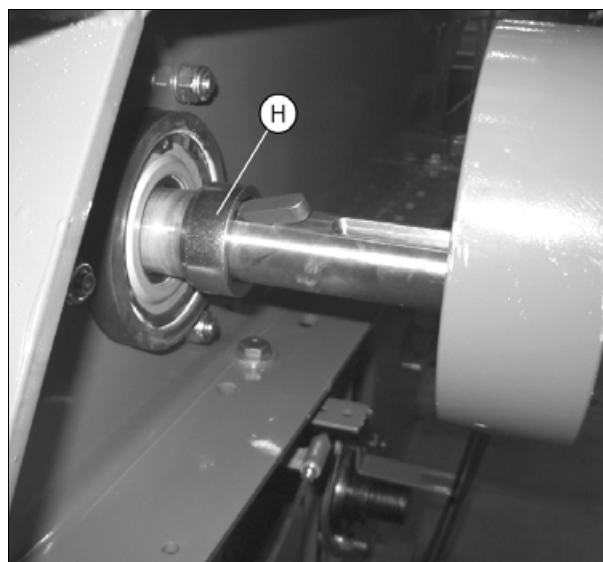

Рис. 5.
- С левой стороны установите распорное кольцо (H) (рис. 5) между внутренним подшипником и эксцентриком. Между эксцентриком и шкивом ременной передачи установите распорное кольцо (K) и крепежные элементы (L), см. §18.7.1, страница 615.